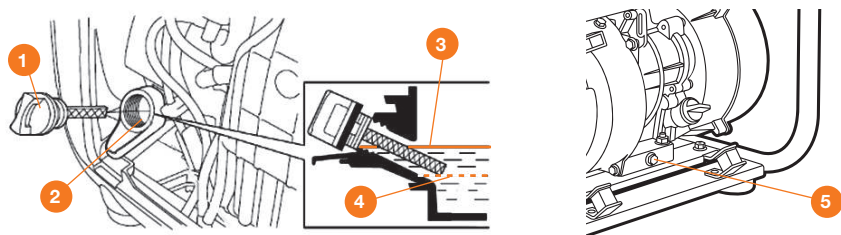

Рис. 8
- Разместите под двигателем подходящую емкость для сбора масла, затем снимите крышку/щуп 1 маслосливной горловины 2 (Рис. 8).